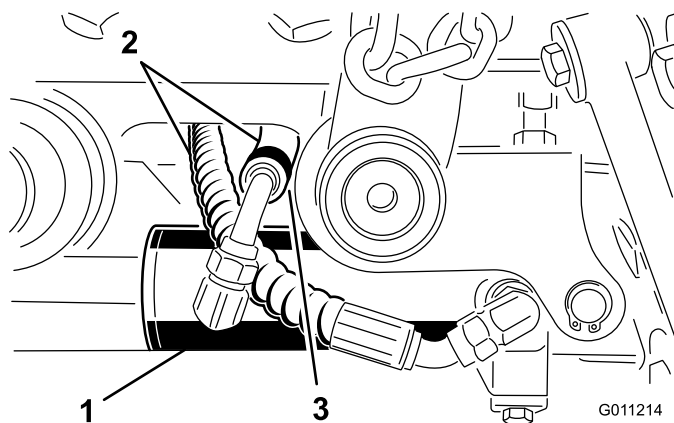

Figura 13
3. Anel de retenção 6. Espaçadores (2)
6. Fixe a extremidade direita do cilindro de elevação no braço de elevação direito com um pino e 2 espaçadores (Figura 13). Fixe-a com um anel de retenção.
Nota: Com os braços de elevação totalmente levantados, as tubagens devem ser dirigidas tal como se mostra em Figura 13 e afastadas do braço de elevação cerca de 1 a 3 mm.